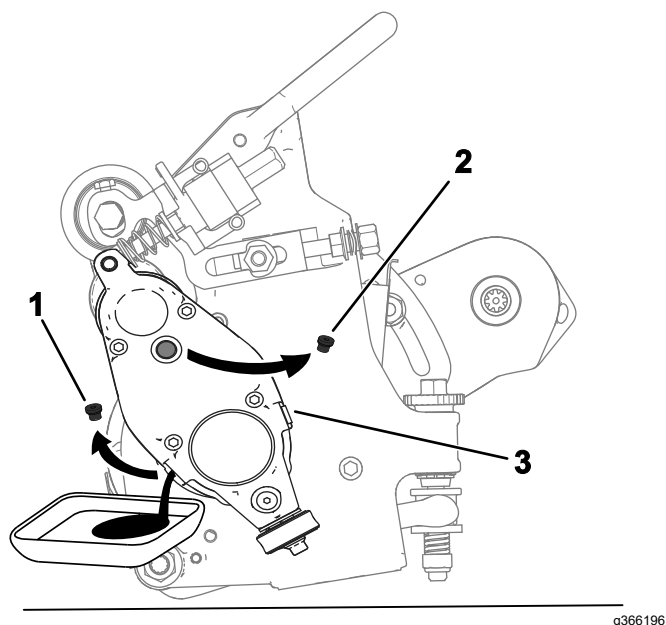

Figura 23
5. Înclinați unitatea de tăiere (aa cum este indicat în Figura 23) până când orificiul de golire se află în poziția inferioară, pentru a asigura golirea completă.